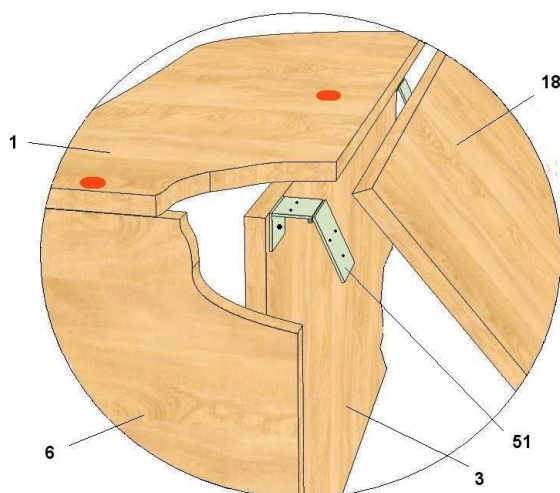

Рис.6
4. Установить на заднюю стенку **3** стола Г-образные петли **51** (3 шт.) и закрепить их к задней стенке **3** винтовыми стяжками (3 шт.), а к основной крышке **1** саморезами с прессшайбой 4,2x16 (2 шт.) (см.рис.6);